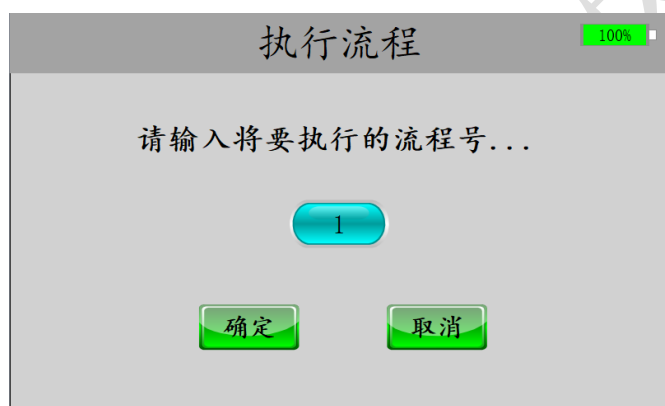
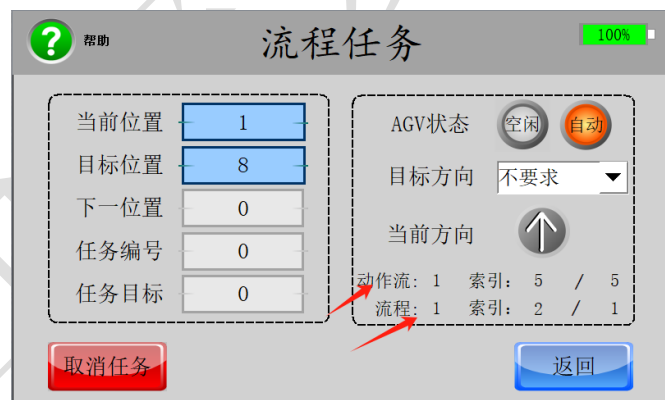

图 4-22 选择欲执行流程界面
图 4-23 流程任务界面
- 2、您需要依次点击“**触摸屏**”上的“**任务派发**”->“**执行流程**”会弹出如“图 4-22”的界面，请输入将要 AGV 执行的流程号，然后点击“**确定**”按钮，便进入“图 4-23”界面，并自动开始执行流程，期间您也可以点击“**取消任务**”按钮，取消当前任务。如果点击了“**返回**”按钮要想重新进入该界面，重新按照此步骤进入该界面即可。